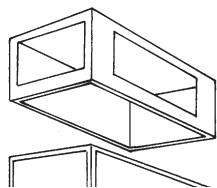

Fig.1
- del tipo "plenum", provvisto di quattro aperture laterali regolabili ruotando alette mobili sino a indirizzare il flusso di aria calda nella direzione desiderata (Fig.1).